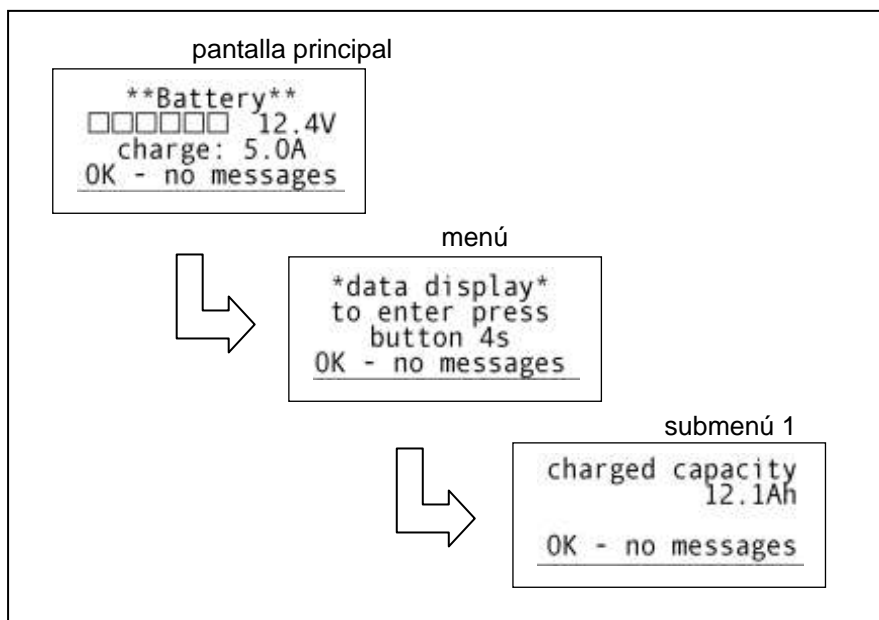

ilustración 18
7. Contador de Ah (ilustración 18)